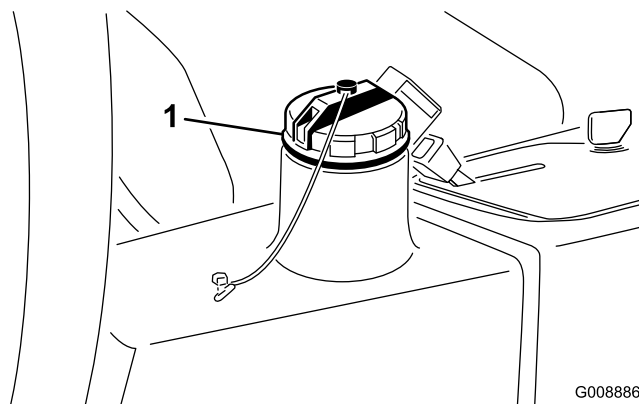

図 58
3. タンク (図 58) に油圧オイルを入れる。容量は約 13.2 リットル; 油圧系統を点検する」を参照。